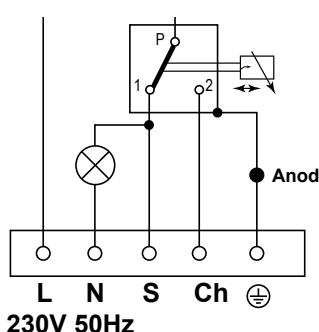

Рис. 5. Схема электрических соединений термостата
водонагревателя. На входе теплоносителя в змеевик теплообменника рекомендуется установить сетчатый фильтр. Электрические соединения терmostата необходимо выполнять в соответствии со схемой на рис. 5.
- Рис. 5. Схема электрических соединений термостата